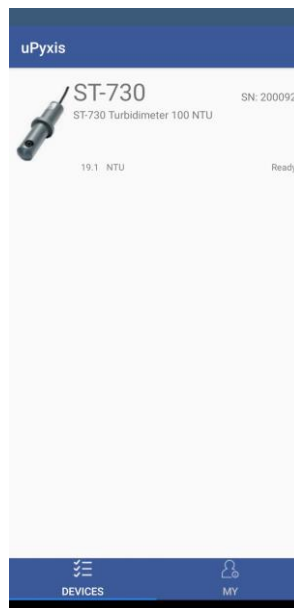

Figura 8.
3. Si la conexión tiene éxito, se mostrará la serie ST-730 y su número de serie (SN) (Figura 8).